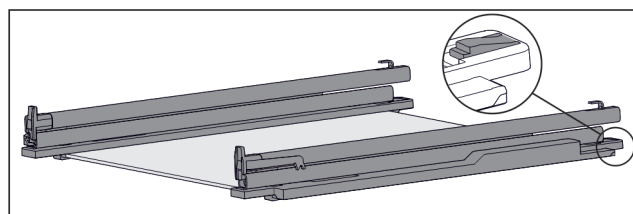

Fig. 120 Ripiano in vetro con guide e fermi
- Premere il fermo sul lato posteriore (vedere Fig. 120) e allo stesso tempo spingere la guida all'indietro.